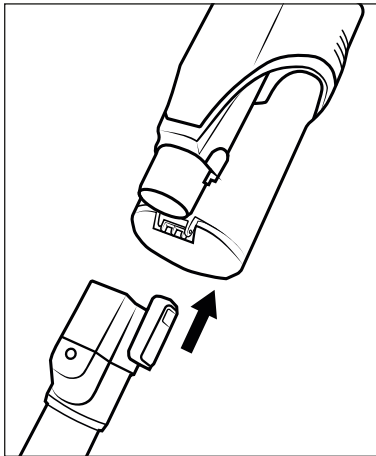

Abb. 1
- 1) Schieben Sie das Saugrohr auf das Gerät, bis es hörbar mit einem Klickgeräusch einrastet (siehe Abb. 1).